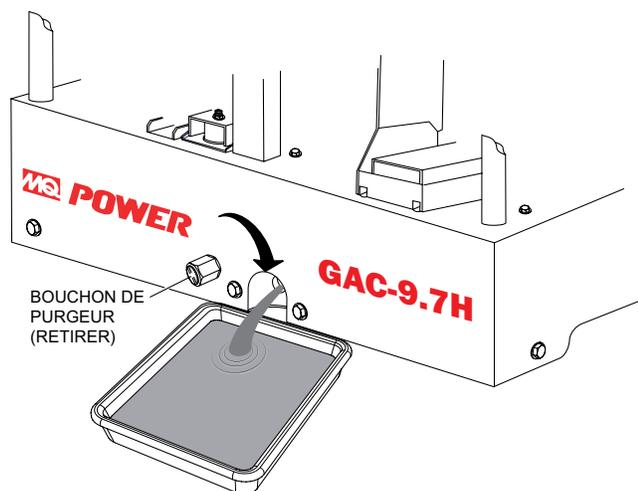

Figure 41. Faire la vidange du réservoir de carburant
1. Après une utilisation prolongée, de l'eau et d'autres impuretés s'accumulent dans le fond du réservoir. Inspecter de temps en temps le réservoir de carburant pour vérifier qu'il n'est pas contaminé avec de l'eau, et vidanger (Figure 41) son contenu, le cas échéant.